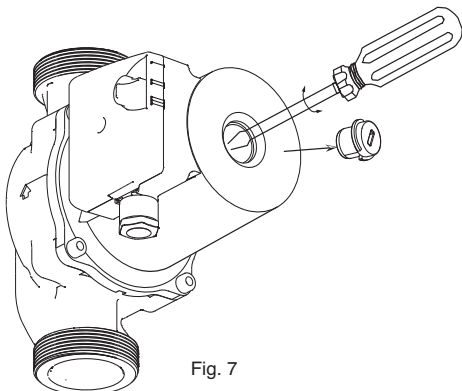

Fig. 7
- Demontera luftskruven och rotera axeln med en spårmejsel (fig. 7);